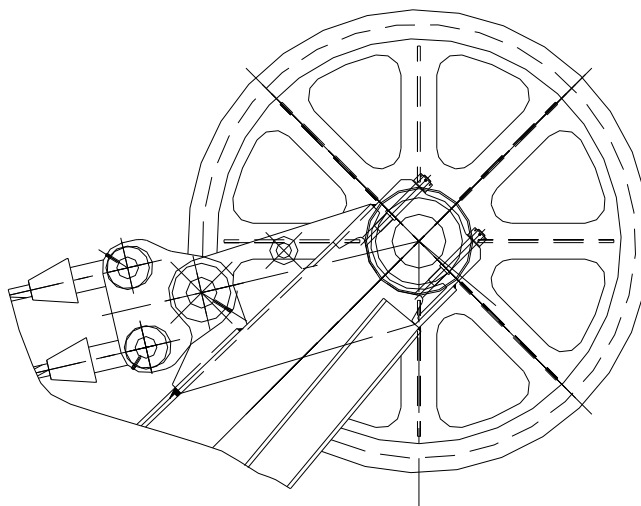

Рисунок 7-16. Подшипник блока
6. Из опоры подшипника вытащить головные блоки (см. рисунок 7-16).